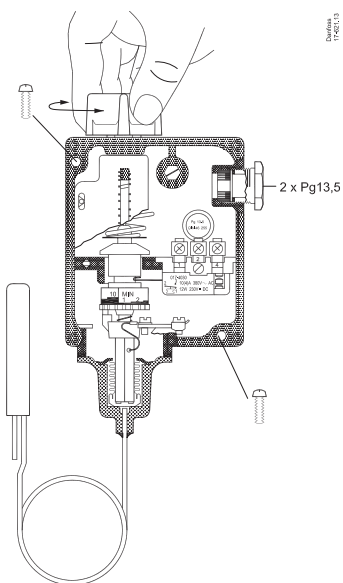
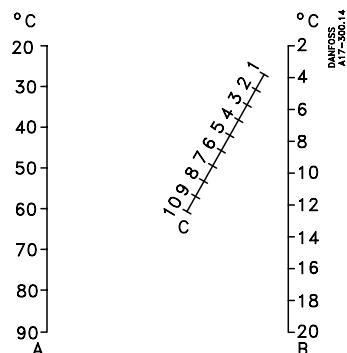

Fig. 7
Fig. 8
Set the thermostat (fig. 7) to the function required (make or break) on falling temperature. Read the setting on the main scale fig. 7.
3. Set the differential adjusting nut fig. 7 on number 3 which can be found by reading of the nomogram in fig. 8.
Indstil termostaten (se figur 7) til den funktion - slutte eller bryde - som ønskes ved faldende temperatur. Aflæs indstilling på hovedskala fig. 7.
3. Indstil differensrullen fig. 7 på tallet 3 som fremkommer ved aflæsning af nomogrammet i figur 8.
Der Thermostat (siehe Fig. 7) ist auf die Funktion - Ein oder Aus - einzustellen, die bei abfallender Temperatur gewünscht wird. Die Einstellung ist an der Hauptskala Fig. 7 abzulesen.
3. Die Differenzrolle fig. 7 ist auf die Zahl 3 einzustellen, die auf dem nomogramm in Fig. 8 abzulesen ist.